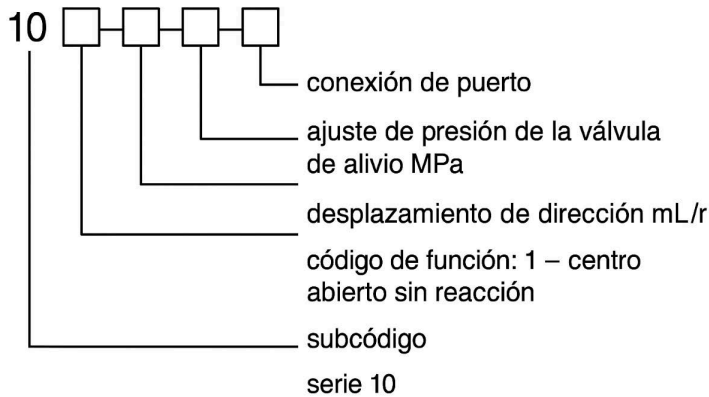

FIG 6-10 Código del modelo
1、Código del modelo (fig. 6-10)